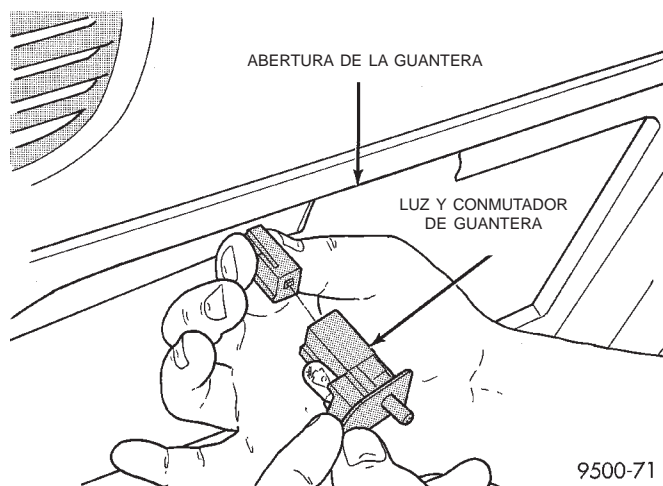

Fig. 11 Luz y conmutador de guantera
(2) Abra la puerta de la guantera (Fig. 11).